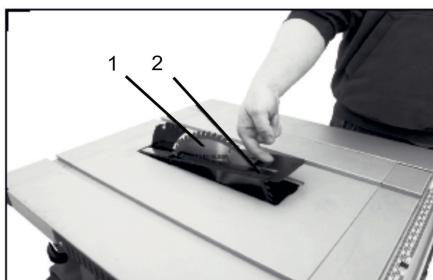

Рис. 25
2. Снимите отсекатель 2 (рис. 25)